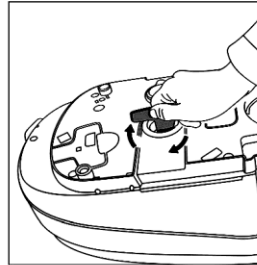

Abb. 11
10. Schrauben Sie die Boilerkappe ohne hohen Kraftaufwand wieder auf, wie in Abb. 11 gezeigt